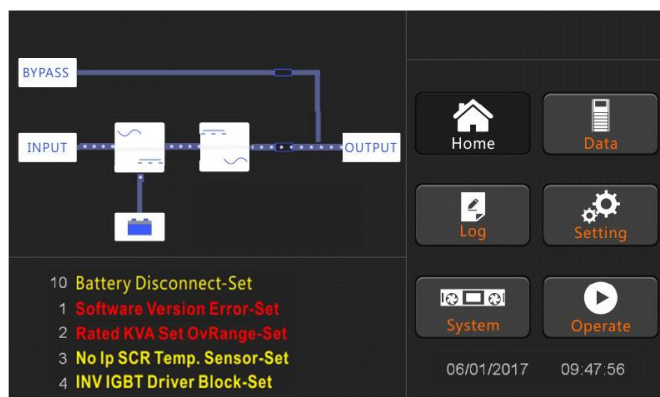

Рисунок 4-5. Интерфейс работы ИБП в штатном режиме
8. Включите батарейный автоматический выключатель, индикатор батареи начнет мигать, а затем ИБП начнет заряжать. ИБП работает в обычном режиме (Рисунок 4-5).